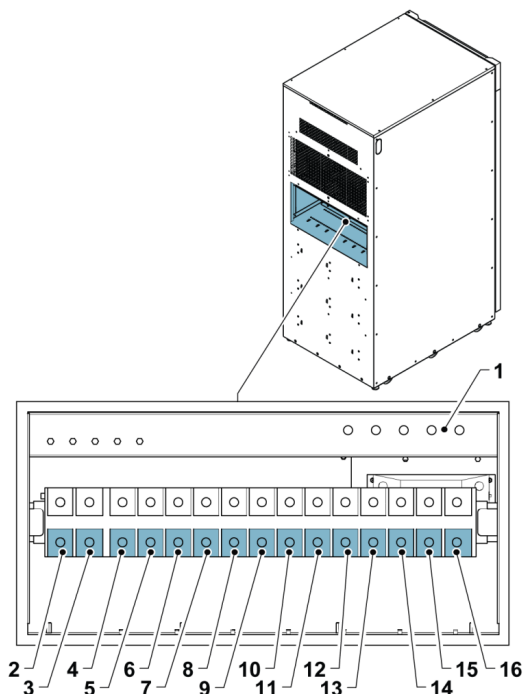
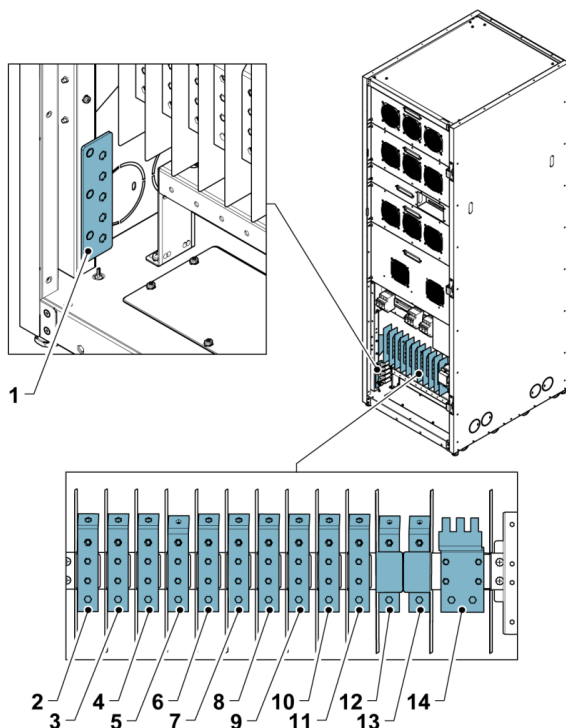

Рис. 15. Расположение клемм питания на 20-40 кВА
Рис. 16 Расположение клемм питания на 60-80 кВА
2. Подведите кабель к клеммной коробке ИБП, заведенный в шкаф через отверстие для кабельного ввода сзади. Для получения информации о подключении кабелей к ИБП и расположении клемм см. Рис. 15 и Рис. 16 .
2. Расположение соответствующих клемм, а также требования по проводке и ее подключению Разделы 4.3.3, Таблица 8, Рис. 15 и Рис. 16.